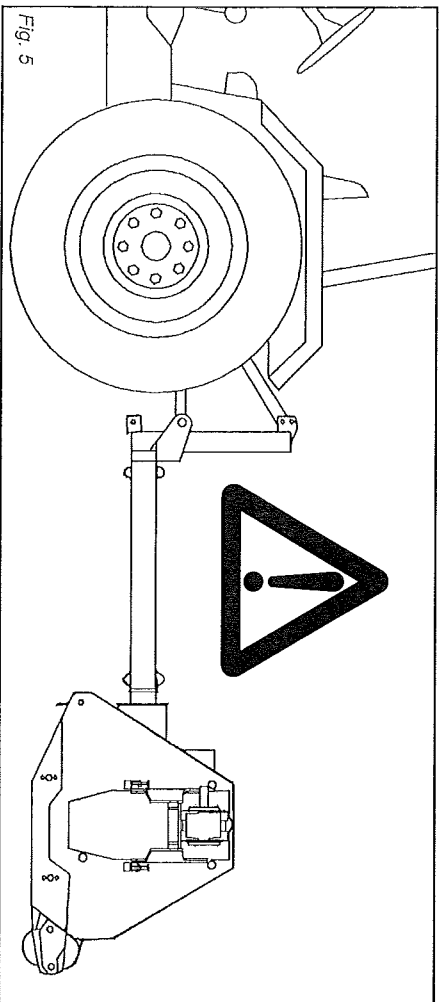

Fig. 5
- 27) È assolutamente vietato interporci tra il trattore e la macchina (Fig. 5) con motore acceso e cardano inserito nonché senza aver azionato il freno di stazionamento.
- 31) È assolutamente vietato interporci fra il trattore e l'attacco della macchina per manovrare il comando dall'esterno per il sollevamento (Fig. 5).
- 27) It is absolutely forbidden to stand between the tractor and the implement (Fig. 5) when the engine is running and the cardan shaft is engaged without having first engaged the hand brake. Keep a safe distance from the shredder at work to avoid being hit by possible flying stones, etc.
- 30) It is absolutely forbidden to stand between the tractor and the implement when manoeuvring the lift control from the outside (Fig. 5).
- 27) Het is strikt verboden tussen de trekker en de machine te gaan staan (Fig. 5) met ingeschakelde motor en cardan, of zonder eerst de parkeren ingeschakeld te hebben.
- 31) Het is strikt verboden te gaan staan tussen de trekker en de aansluiting van de machine voor de externe bediening van het heffen (Fig. 5).
- 27) Det er strengt forbudt at opholde sig mellem traktoren og maskinen (Fig. 5), med tændt motor og kardanaksel sluttet til, hvis håndbremsen ikke er aktiveret.
- 31) Det er strengt forbudt at stationære mellem traktoren og maskinens kobling for at anvende nedfældte styreanordning til løftning af maskinen (Fig. 5).
- 27) Det är absolut förbjudet att ställa sig mellan traktorn och maskinen (fig. 5) med motorn på och inkopplad kardan- axel samt utan att parkeringsbromsen är aktiverad.
- 31) Det är absolut förbjudet att ställa sig mellan traktorn och maskinens infästning för att manövrera lyftkommandot utifrån (fig. 5).